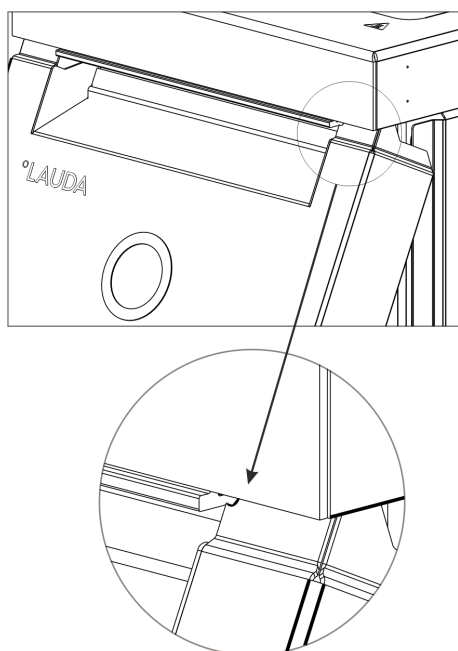

Fig. 78: Rayons sur le panneau frontal
2. Pousser le panneau frontal juste assez vers le haut de sorte à ce que les rayons se voient encore Fig. 78.